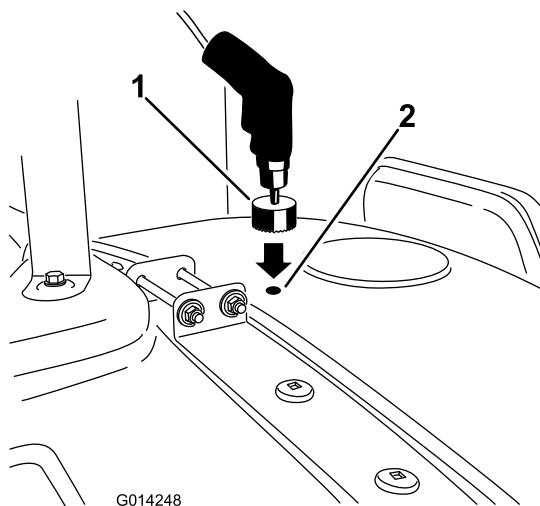

Figure 13
- Passez au repère de perçage devant le couvercle de la cuve et répétez la procédure pour le trou avant (Figure 13).